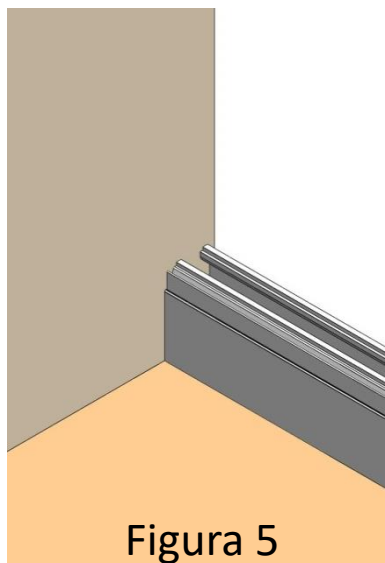

Figura 5
a. Con compensador sobre rasante (figura 5)